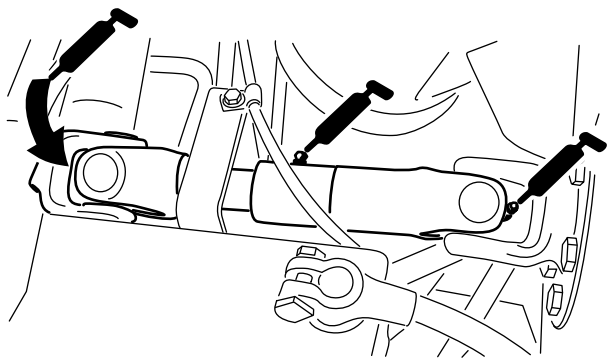

Figura 38
- Articulación de cardán del árbol de transmisión de la bomba (3) (Figura 38).